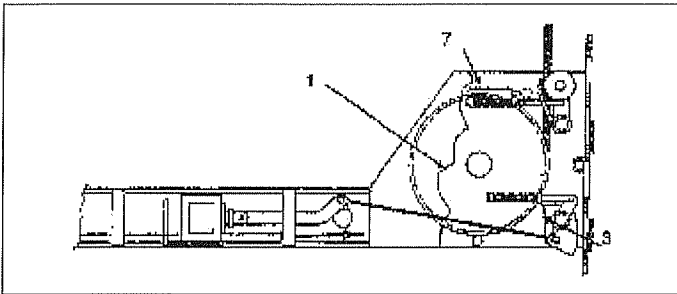

Рис. 7
В случае обрыва троса (Рис. 7 и 8), микровыключатель троса (4) блокирует электрическое питание элементов подъемника и выводит в зацепление клинья безопасности, что вызывает остановку подвижных частей подъемника и, соответственно, автомобиля, установленного на его платформах.